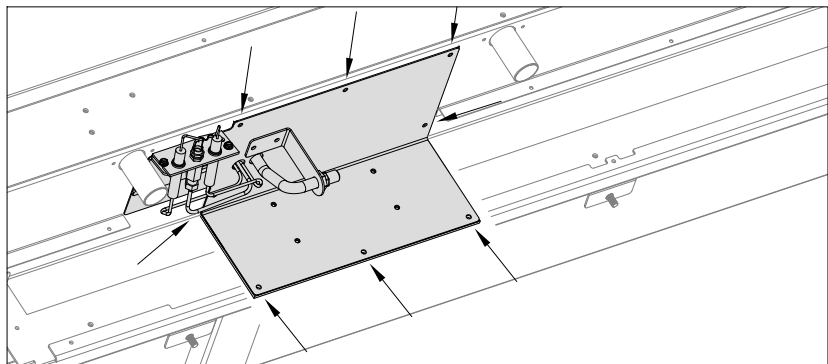

Figure 8.9 - Retrait du panneau de contrôle
7. Retirez la fixation du plateau à braises en périphérie à l'arrière (7 vis). Voir la Figure 8.9.
8. Retirez le diffuseur d'air inférieur (5 vis). Voir la Figure 8.9.
9. Retirez et conservez les (8) vis de fixation du panneau de contrôle. Voir la Figure 8.9.
10. Soulevez le panneau de contrôle et sortez-le du foyer, en veillant à ne pas endommager le joint d'étanchéité situé en dessous. Voir la Figure 8.9.